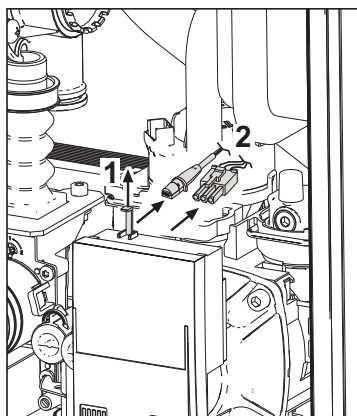

fig. 37
- Sconnettere elettricamente il circolatore sbloccando le connessioni alzando il particolare "1" di fig. 37.